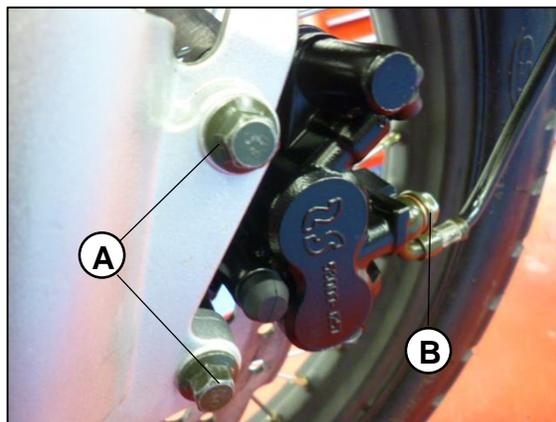

Fig.18
Retire los tornillos que sujetan la mordaza (A) a la suspensión y la manguera del sistema (B), drene el fluido de frenos y finalmente remueva las pastillas (remítase a cambio de pastillas y líquido de frenos).Fig.18